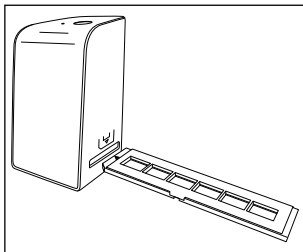

Figure 1
- ◆ Poussez maintenant le support à négatifs **5** avec le triangle repère en avant et bien visible dans le tiroir de droite **4** (voir figure 1).